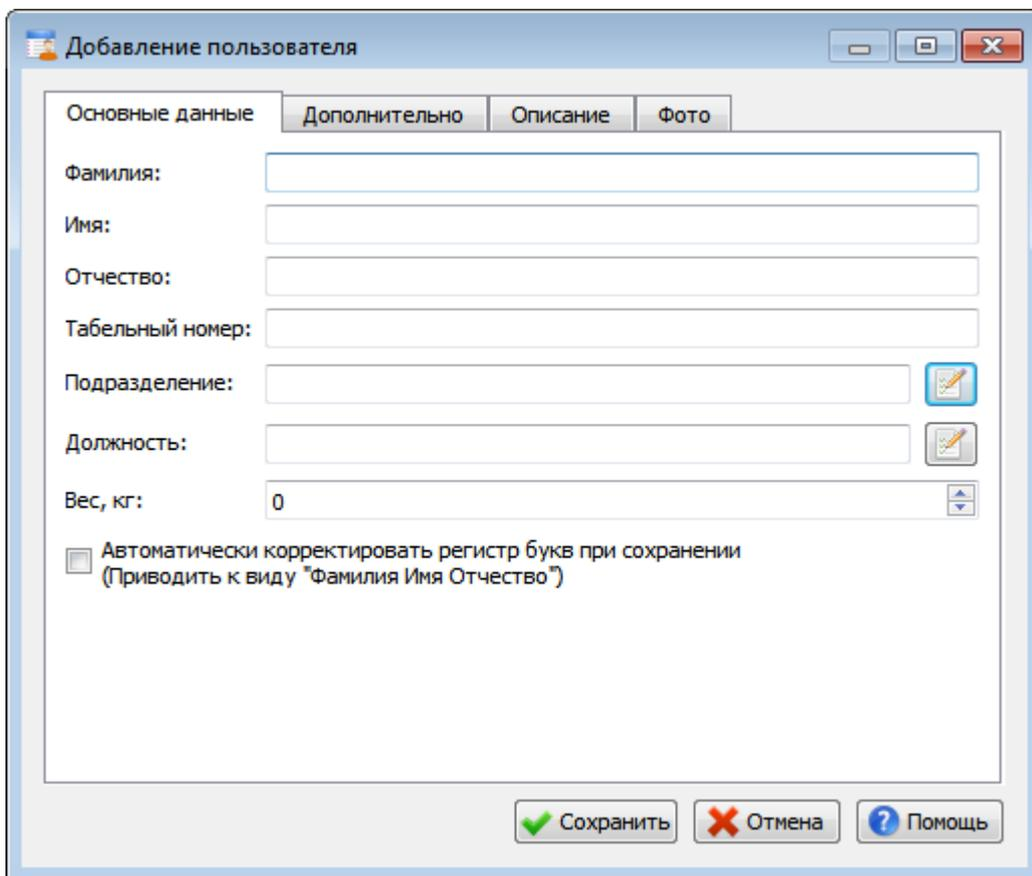

Рис. 86
- На панели инструментов верхней таблицы нажать кнопку . На экране появится окно «Добавление пользователя» (Рис. 86).